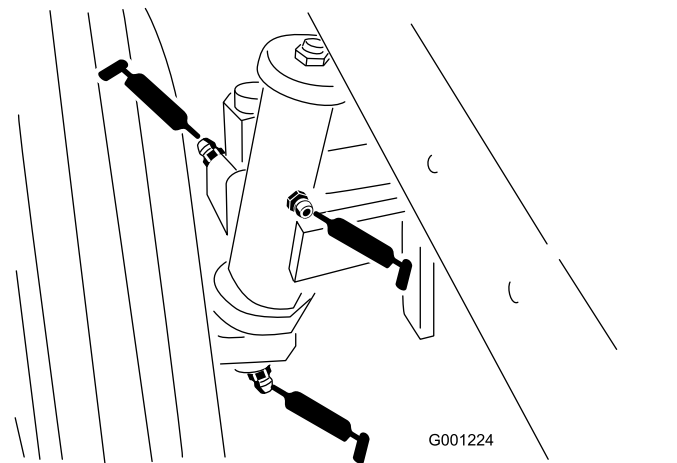

Figura 38
- Casquillos del eje de la rueda trasera (Figura 38)